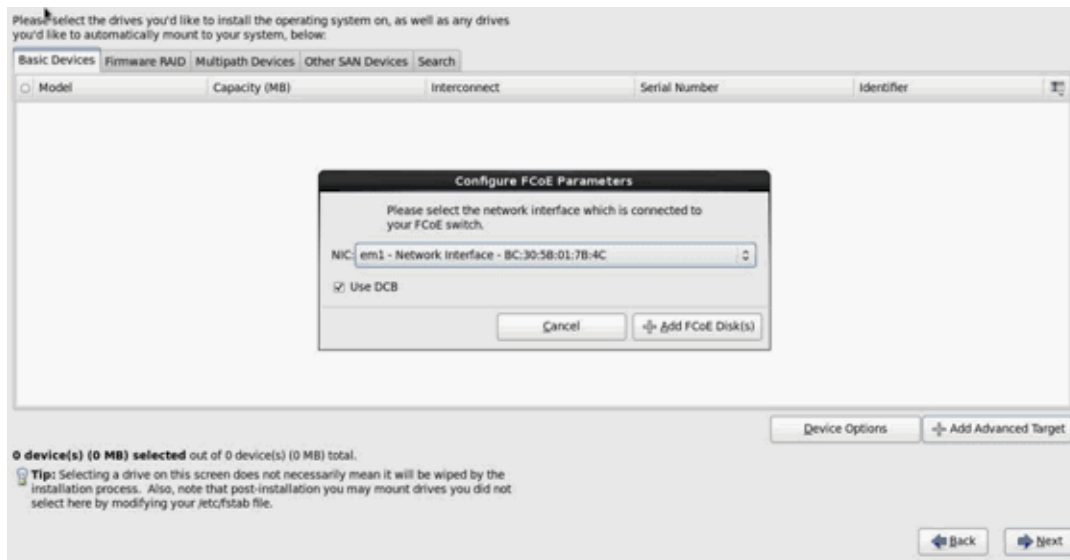

Figura 14-27. Configuração de parâmetros de FCoE
7. Para cada interface desejada para inicialização de FCoE, selecione a interface, desmarque **Use DCB** (Usar DCB), selecione **Use auto vlan** (Usar vlan automática) e, em seguida, clique em **Add FCoE Disk(s)** (Adicionar discos FCoE). (Figura 14-27)